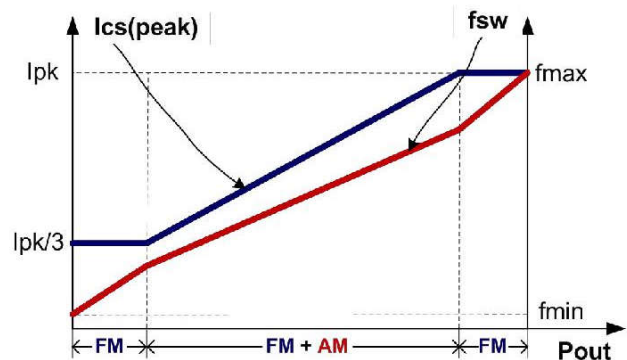

图 4
如图 4 所示，为了满足严苛的平均效率和待机功耗要求，FS6147D 采用了调幅控制 (AM) 和调频控制 (FM) 结合的多模式控制技术。